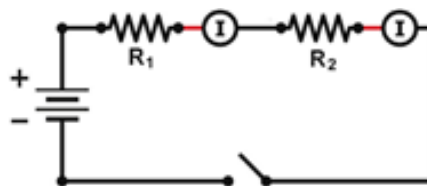

Figura 5.5: Circuito em série.
- Monte o circuito mostrado na Figura 5.5. Use um resistor de 10Ω como R_1 e um resistor de 33Ω como R_2 .